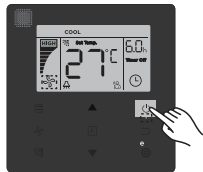

Рис. 14.13
- 1) Нажмите кнопку (ВКЛ / ВЫКЛ), индикатор работы на проводном пульте загорится, в то время как значок ВКЛ / ВЫКЛ внутреннего блока на дисплее будет вращаться, показывая, что внутренний блок работает (см. рис.14.13)